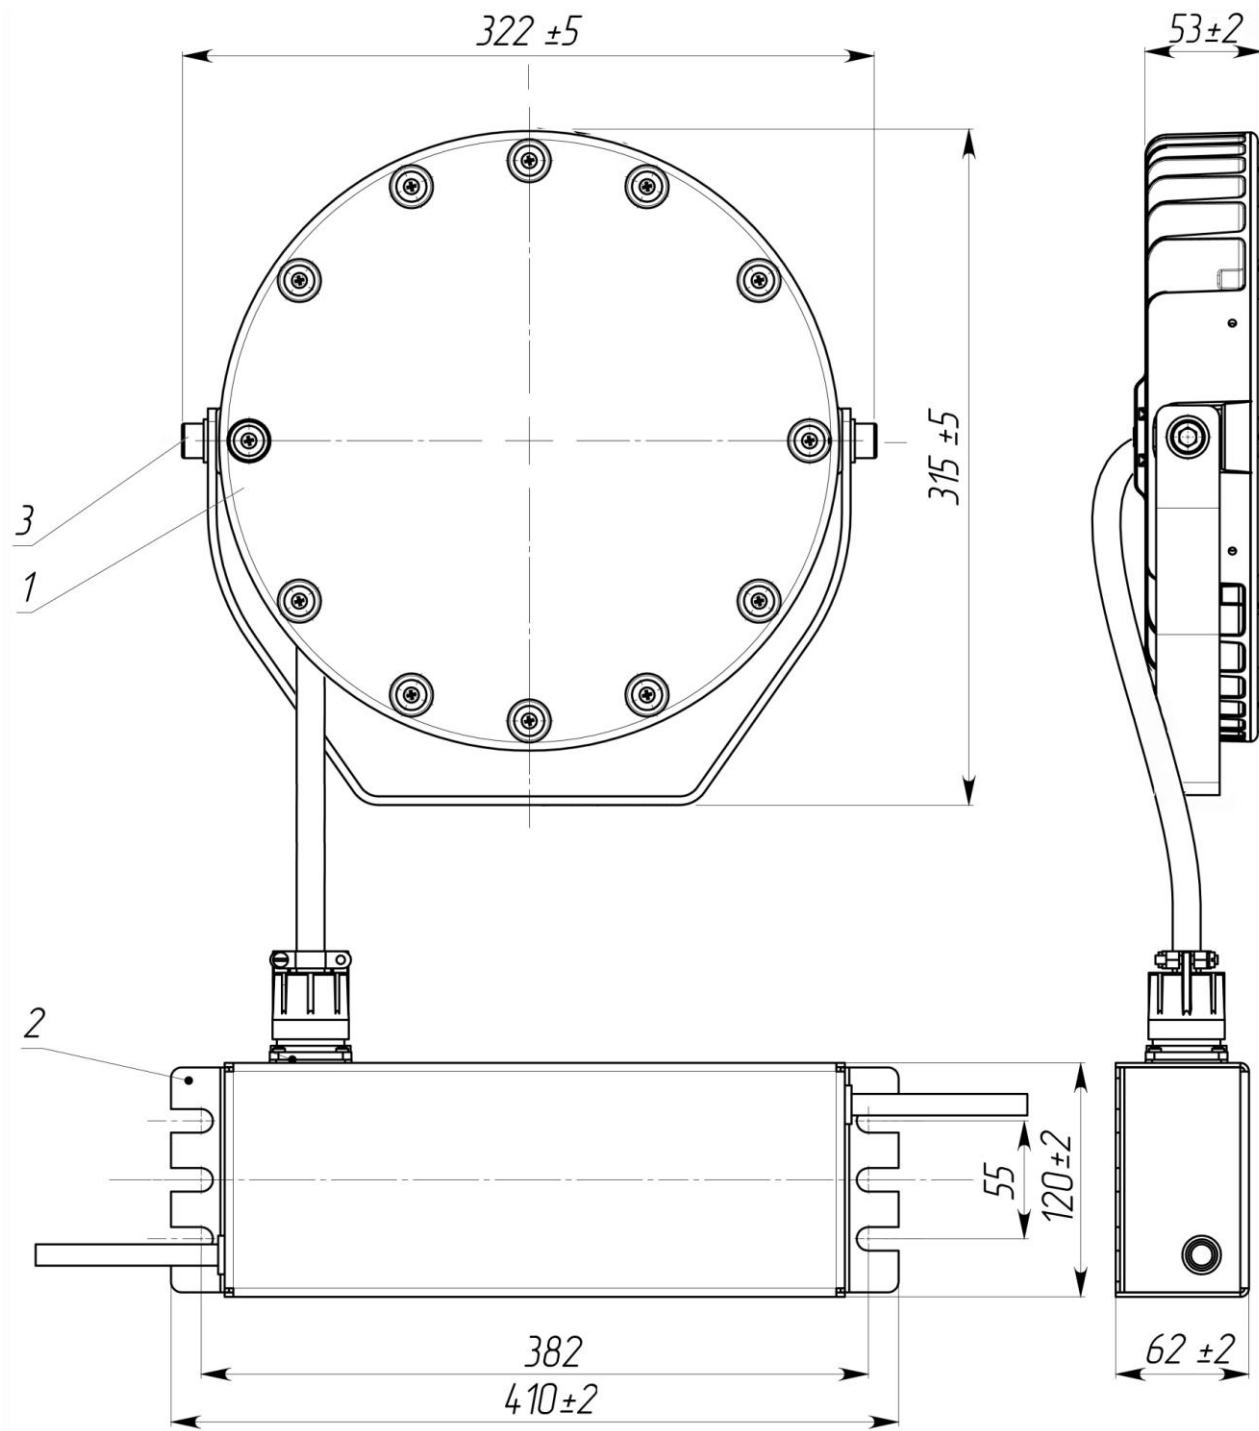

Рис.1
2.1. Прожекторы GALAD Аврора LED-72 М РС (рис.1) со светодиодными модулями предназначены для архитектурного освещения мостов.
5.1. Установить оптическую часть (поз.1 см. рис.1) прожектора, закрепив скобу тремя болтами М8.